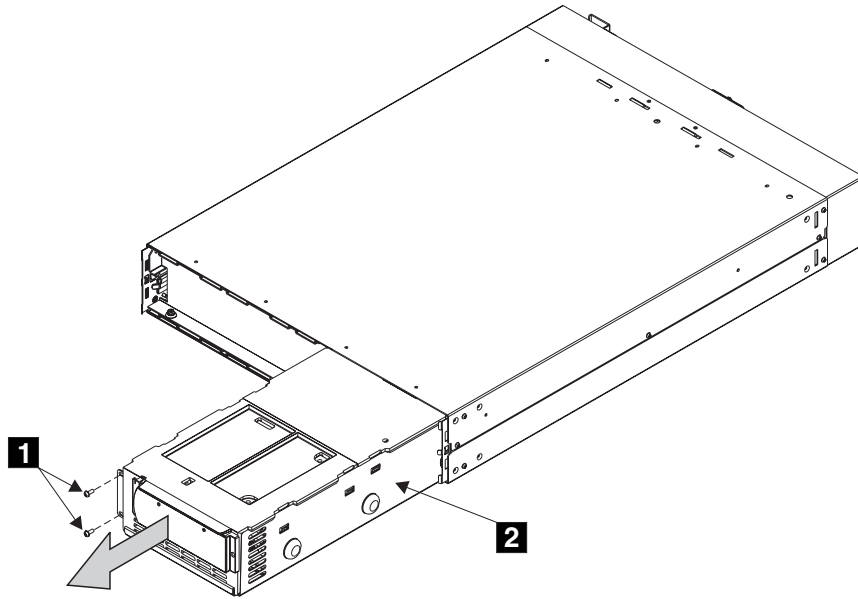

图 120. 卸下不间断电源电子元件组合件
- a. 卸下两个螺钉 **1**（请参阅第 172 页的图 120）。